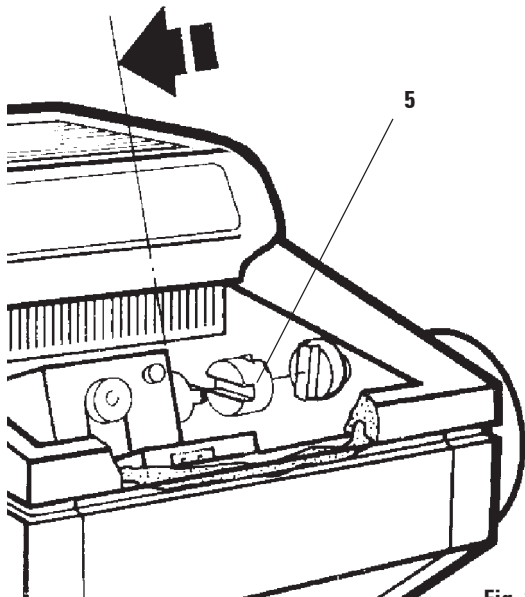

Fig. 26
- Aplique uma gota de óleo à conexão de plástico (5, Fig. 26).
- Lubrifique o cilindro da amostra (1): Pressione o botão de alimentação apropriado para mover o cilindro de amostra para fora, na posição de parada frontal, aplique uma gota de óleo do criostato e movimente o cilindro de amostra de volta para sua posição original, pressionando o botão de alimentação apropriado.